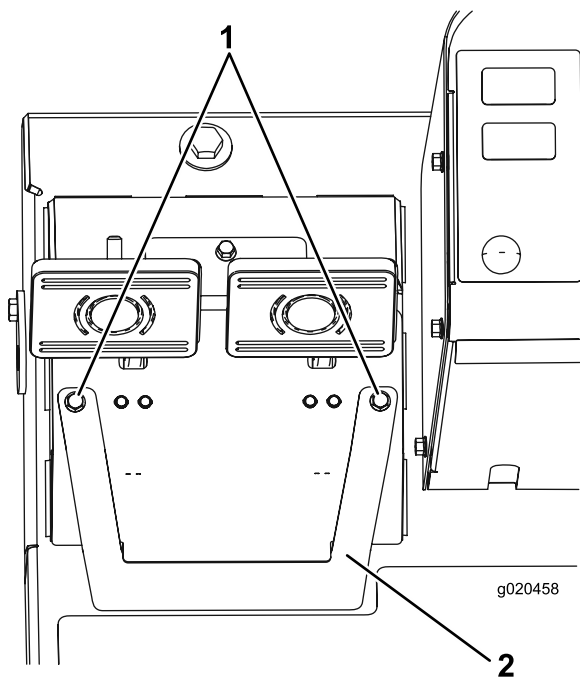

Figura 90
- A. Afloje los 2 tornillos de montaje y retire la tapa de ajuste de los frenos (Figura 90).